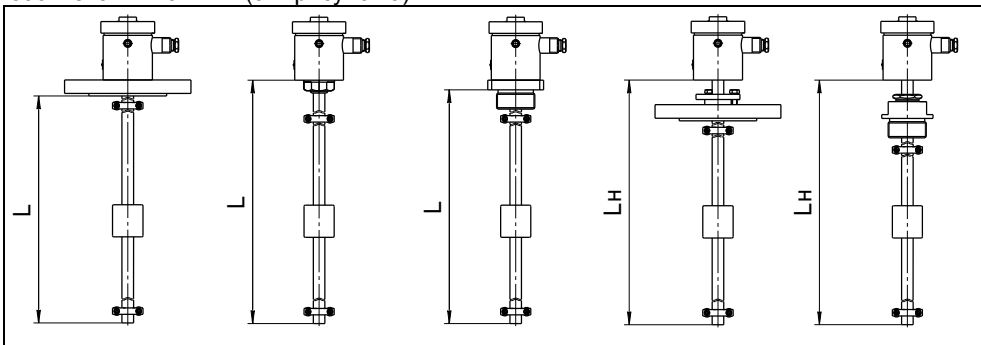

Рисунок 5
1.4.5 Преобразователи могут изготавливаться с длиной направляющей в соответствии с 1.2.1 (см. рисунок 5).